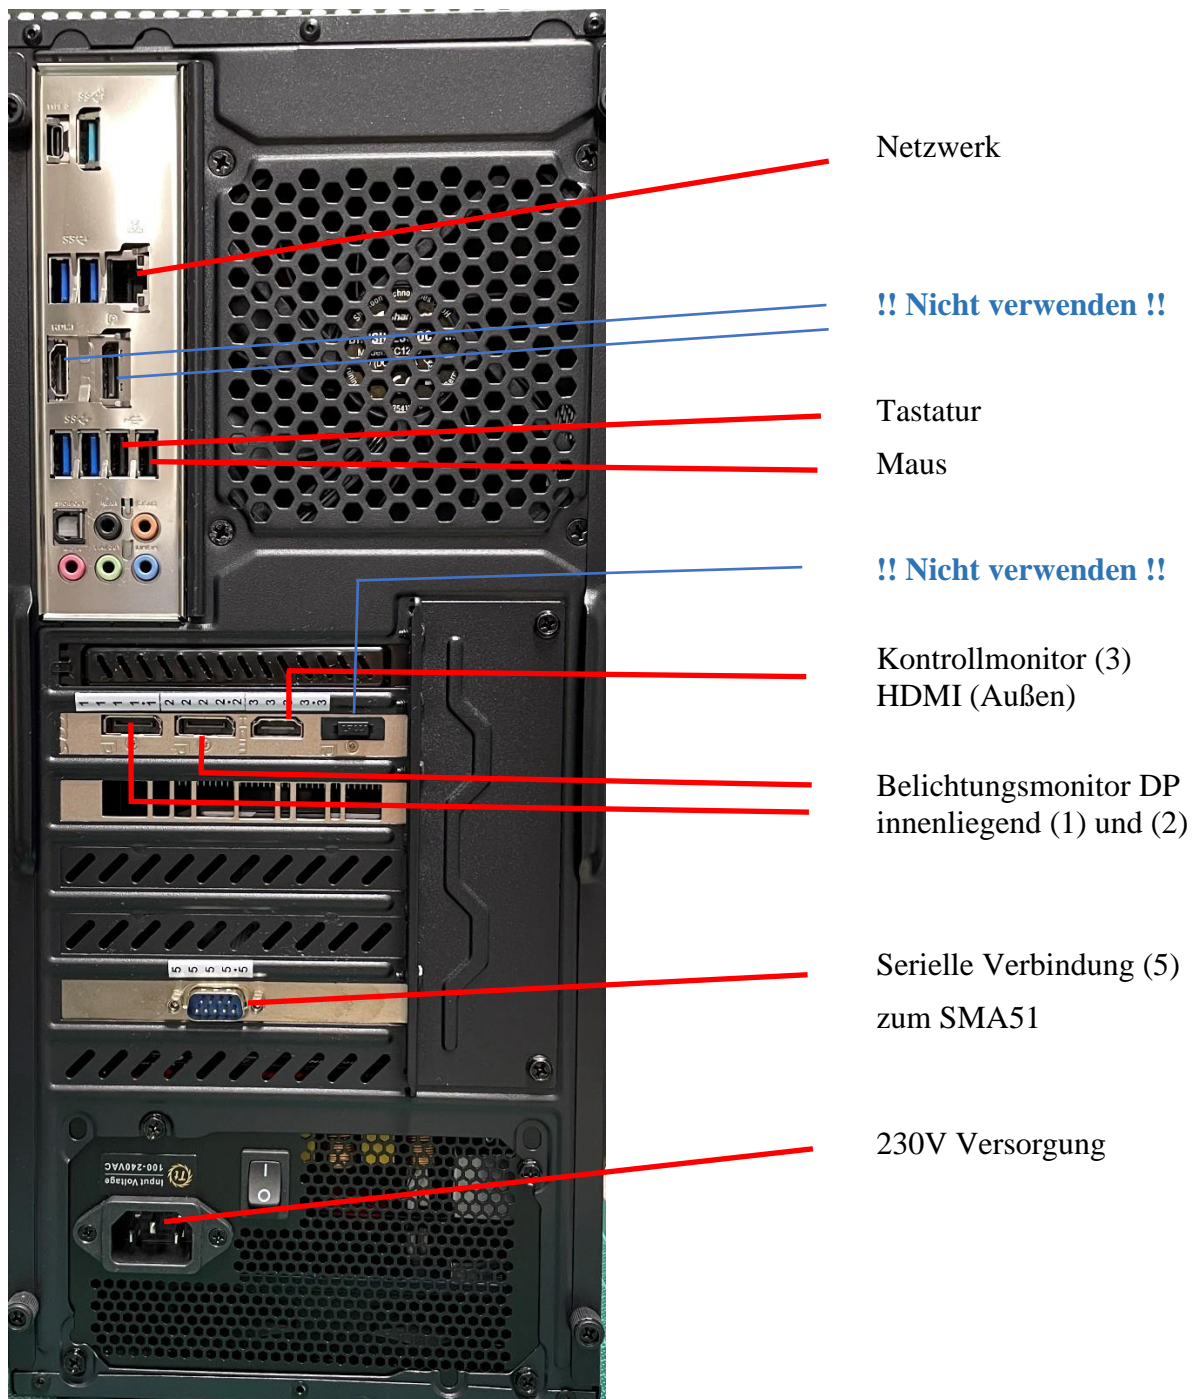

Bild 1
- Verbinden Sie Netzkabel, Maus, Tastatur, Netzwerk, Seriell (5), Kontrollmonitor (1) und die beiden Stecker (2) und (3) des großen Monitors wie auf der nachfolgenden Seite gezeigt (Bild 1):